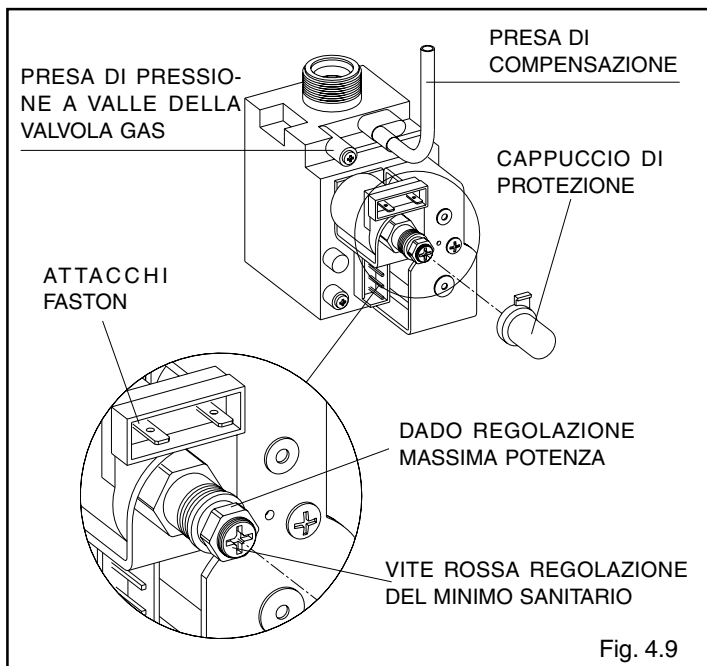

Fig. 4.9
- Scollegare la presa di compensazione dalla cassa aria (fig. 4.9)
- Con una chiave a forchetta CH10 agire sul dado di regolazione della massima potenza (fig. 4.9) per ottenere il valore indicato in tabella a pag. 8.